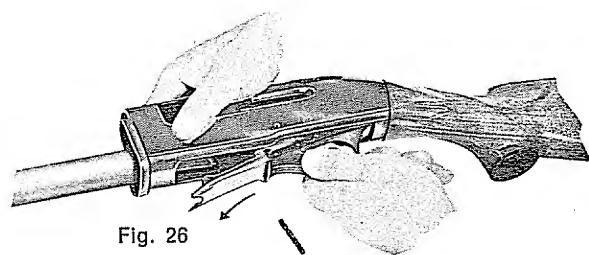

Fig. 26
- b) Premere lo svincolo e sfilare verso l'avanti il gruppo sottoguardia (fig. 26).
- b — press in carrier latch button and slide trigger plate assembly forward downwards (fig. 26).
- b — appuyer sur le poussoir du levier d'arrêt de l'élévateur et retirer l'ensemble du pontet vers l'avant et vers le bas (fig. 26)